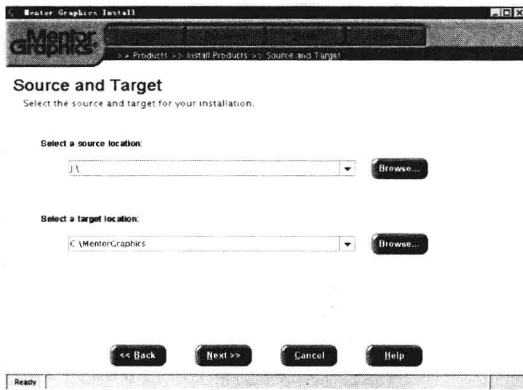

图 1-16 选择路径
- ⑧ 单击 **Agree** 按钮，同意许可协议，进入下一个安装界面，如图 1-16 所示。在该界面中，“Select a source location:”表示选择软件安装源路径，“Select a target location:”表示选择安装软件到电脑的路径。